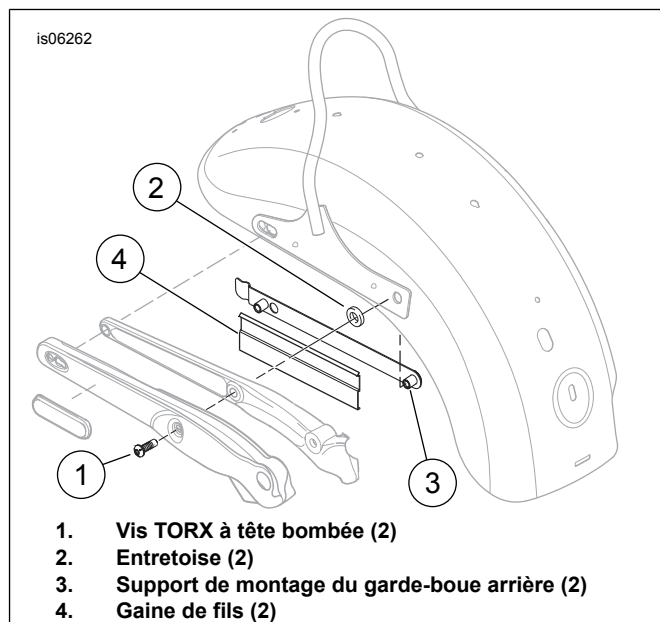

Figure 6. Garde-boue arrière (FXDWG)
1. Voir Figure 6. **Sur un côté du véhicule**, retirer la vis TORX® (1) attachant le couvercle de support de garde-boue, l'entretoise (2), la barre Sissy, le garde-boue arrière et le support de montage (3) au support de garde-boue, et la jeter. Retirer la vis longue introduite précédemment pour maintenir en place l'arrière du garde-boue mais non vissée. Bien noter la position et l'orientation de la gaine de fils en plastique (4) sur le support. Retirer avec soin la gaine du support.
1. Voir Figure 6. Acheminer le câblage vers l'avant derrière les gaines de fils (4) de chaque côté du véhicule et par le trou de câblage dans le garde-boue vers le module STT dans la zone sous la selle.